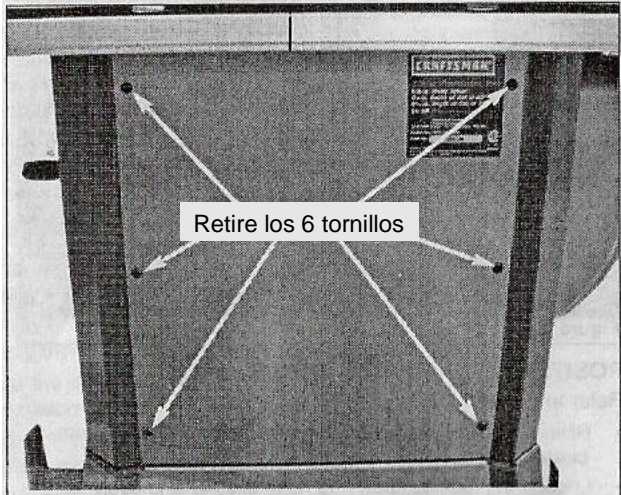
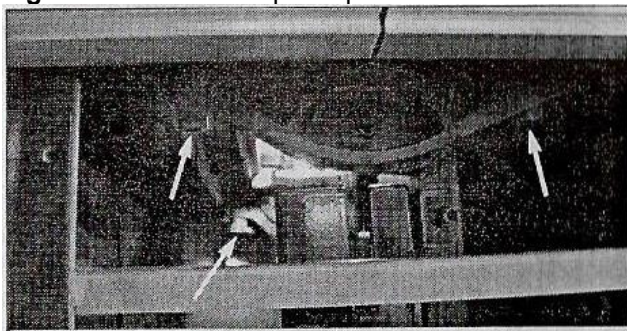

Figura 22: Se retira el panel posterior.
Figura 23: Se ajustan los muñones de los pernos para alinear las ranuras de la guía de inglete con la hoja.
- Si se requiere algún ajuste, proceda de la siguiente manera: afloje y retire los seis tornillos de cabeza hueca cónica y el panel posterior (véase la figura 22). Afloje los tres pernos de cabeza hexagonal sobre sus muñones (véase la figura 23) y desplace los muñones de los pernos hasta encontrar la posición en la cual la hoja queda paralela respecto de las ranuras en la guía de inglete.